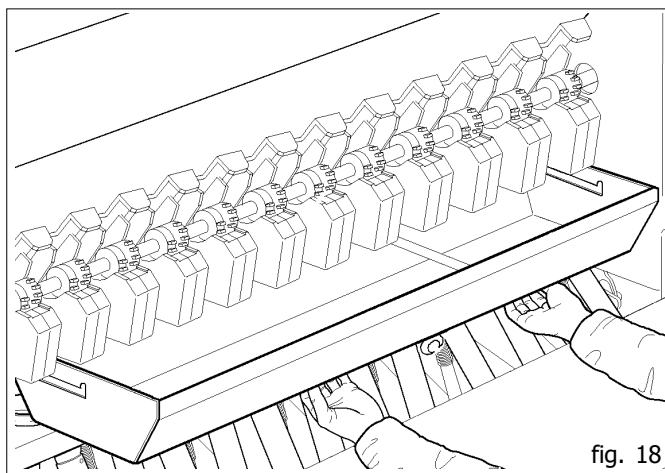

fig. 18
- sganciare le vasche raccogli semi (Fig. 18) e posizzionarle sotto le bocche di uscita semi.